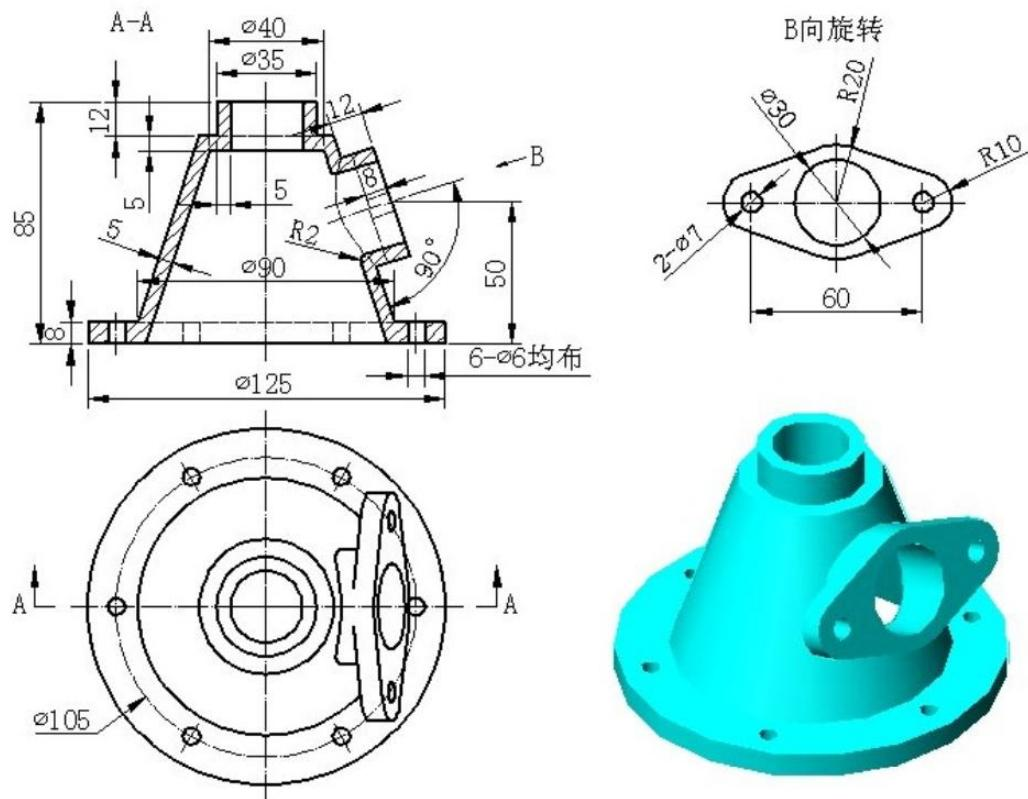

图 J1-10 三维零件 10
- ①在盘下建立考生文件夹，文件夹名称为“场次-工位号”，所有文件必须保存在考生文件夹中，否则记零分；
- ②文件名称为“J1-10”，保存在考生文件夹中；
- ③根据图 J1-10 所示尺寸完成三维建模；
- ④隐藏草图和创建的基准平面；
- ⑤考试过程中注意保存，考核结束时考试应立即停止操作，不得关闭电脑，离开考场。